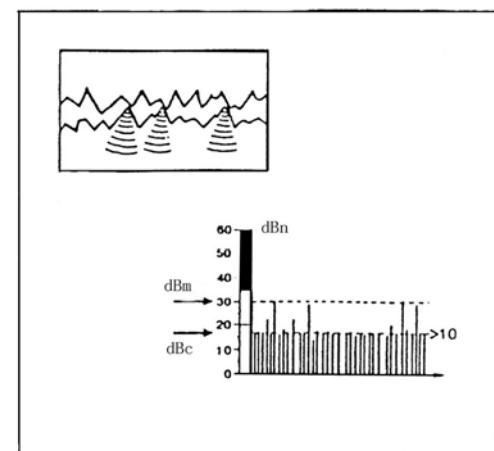

图 13
### (2) 早期损伤轴承模式 (图 13)
dBm 值在 20 至 35dB 区间内 (黄区) 和 dBC 中等程度的增长是轴承表面小的损伤的信号, 此时应对轴承更频繁地测量, 以确定它们的状态是否稳定或正在恶化。(图 13)